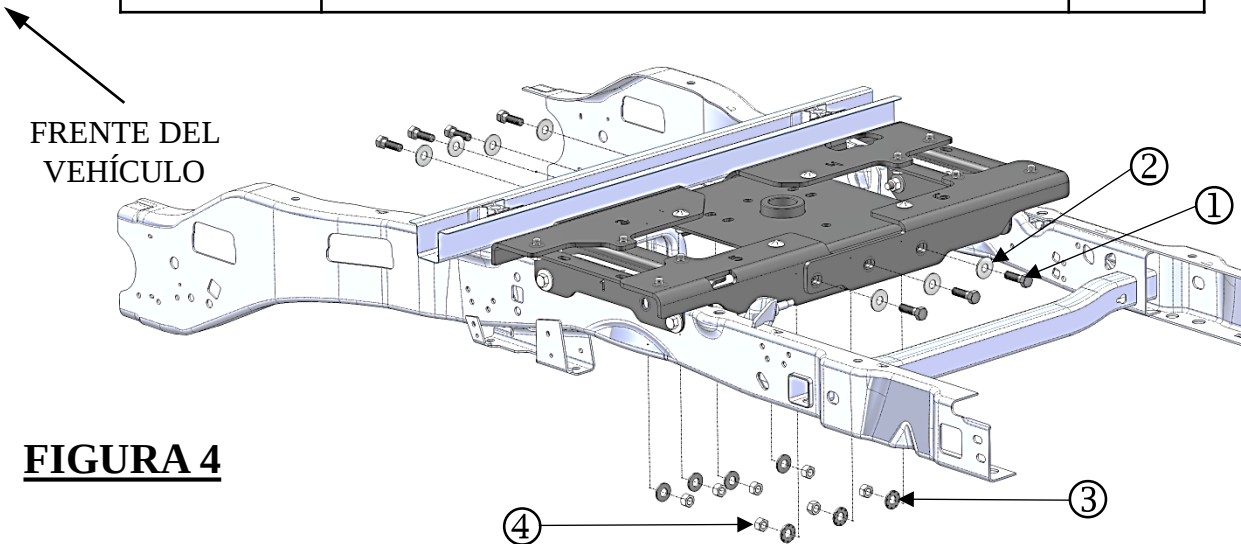

FIGURA 4
- 3. Paso 2, **Figura 4.** Instalar los pernos hexagonales (7) 5/8-11 x 2.00 Gr. 8 (#1), arandelas planas de (7) 5/8" de diámetro (#2), arandelas cónicas de (7) 5/8" de diámetro (#3) y tuercas hexagonales (7) 5/8-11 Gr. 8 (#4) como se muestra a través de los largueros y la sección central. Puede ser necesario utilizar la herramienta cónica de alineación para alinear adecuadamente los orificios y ranuras para poder sujetar con firmeza estas piezas con los elementos de fijación.